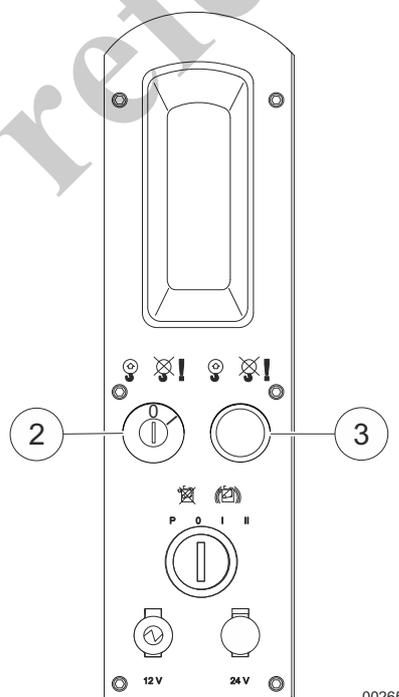

Fig. 81 Controles del LML
- 1 Para anular el LML, gire el interruptor de llave (2, Fig. 81) al mismo tiempo que presiona el botón (3, Fig. 81).
La anulación se suspende cuando se suelta el interruptor de llave (2, Fig. 81) o el botón (3, Fig. 81), o girando el interruptor de arranque a apagado y luego de nuevo a encendido.